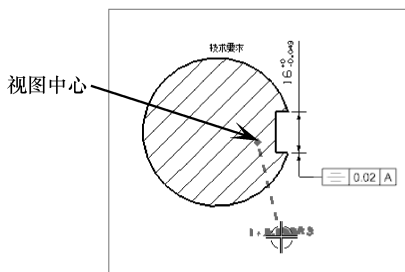

图 10-39 相对于视图的位置
- 相对于视图的位置：新注释以选定的视图中心作为位置参照并放置，如图 10-39 所示。